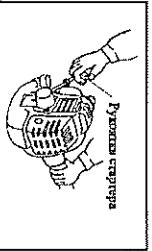

Рис. 15
4. Вставьте защелку стартера в редуктор двигателя. (Рис. 15)